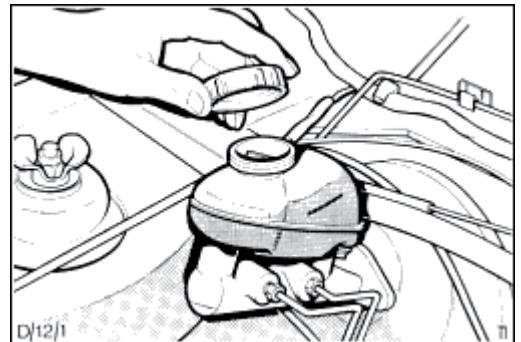

Abb. 4 Bremsflüssigkeit - Vorratsbehälter
2. Verschlussdeckel abschrauben und Stand der Bremsflüssigkeit prüfen, Abb.4.